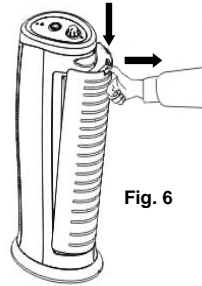

Fig. 6
2. Retirez la grille d'entrée d'air de l'appareil. (Fig. 6)